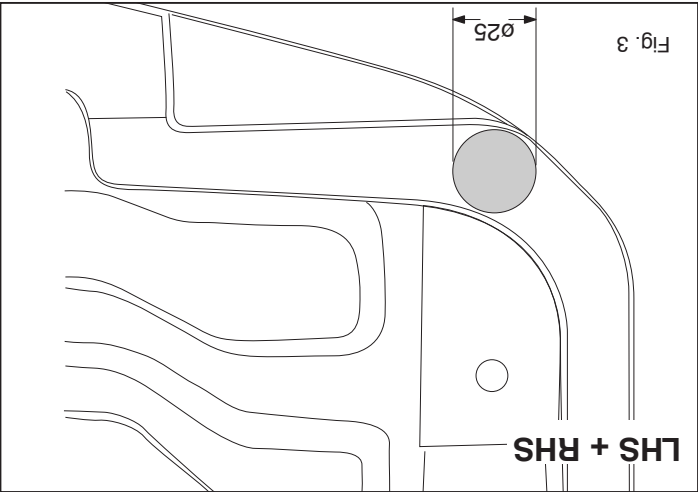

Fig. 3
4. Boor links en rechts overeenkomstig fig. 3 het gat ø25mm in het aangegeven kunststof deel in de kofferbak.
4. Drill right-hand and left-hand side the hole ø25mm as shown in fig.3 in the plastic sections from the boot as indicated.
4. Gemäß der Abb. 3 an der linken und rechten Seite das Loch ø25 mm bohren im angegebenen Kunststoffteile im Kofferraum.
4. Percer à gauche et à droite conformément à la fig. 3 le trou de $\varnothing 25\text{mm}$ dans les parties en plastique indiquées qui se trouvent dans le coffre.
4. Borra till vänster och höger hålet $\varnothing 25\text{mm}$ enligt fig.3 i de de angivna plastdelarna i bagageutrymmet.
Bor til venstre og højre ifølge fig.3 huller ø25mm inden de angivne kunststofdele i bagagerummet.